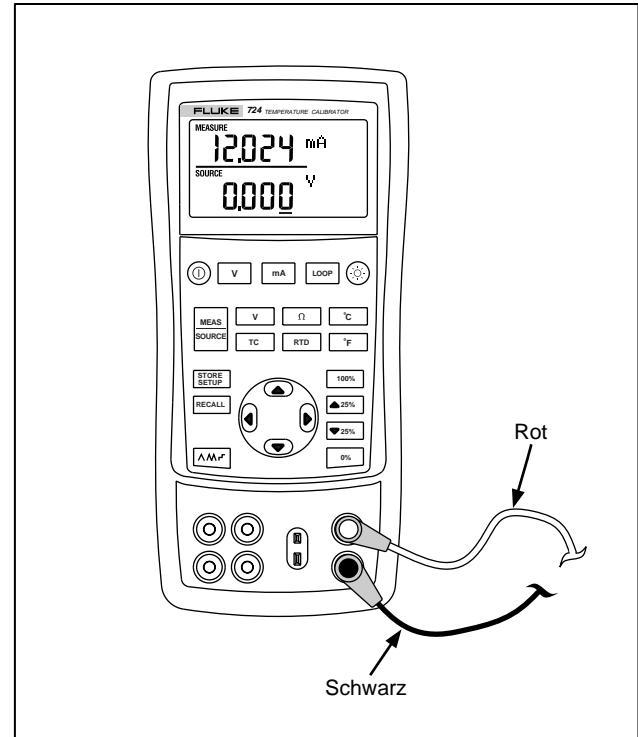

Abbildung 7. Messen von Spannungs- und Stromausgabe
2. Die Leitungen gemäß Abbildung 7 anschließen.